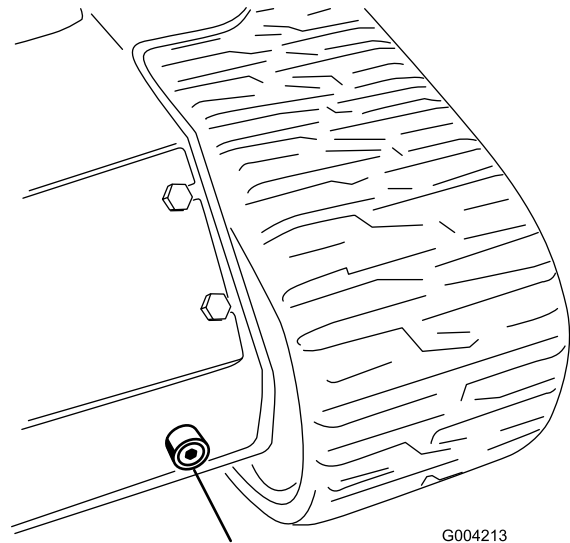

Figura 54
6. Coloque un recipiente grande (con capacidad para 56 litros [15 galones US]) debajo del tapón de vaciado situado en la parte delantera de la unidad de tracción (Figura 54).
7. Retire el tapón de vaciado y deje fluir el aceite al recipiente (Figura 54).